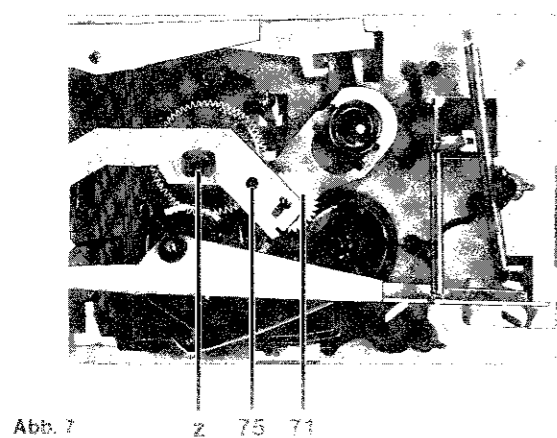

Abb. 7
9. Kupplungsrad 71 wechseln (Abb. 7, 10)